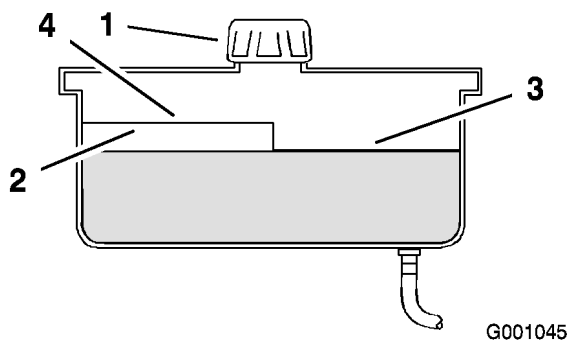

Figura 54
2. Limpie alrededor del cuello de llenado del depósito de aceite hidráulico (Figura 54).
3. Retire el tapón del cuello de llenado. Mire dentro para ver si hay aceite en el depósito (Figura 54).
Nota: El nivel de aceite debe llegar a la parte superior del nivel caliente del tabique cuando el aceite está caliente (Figura 54).